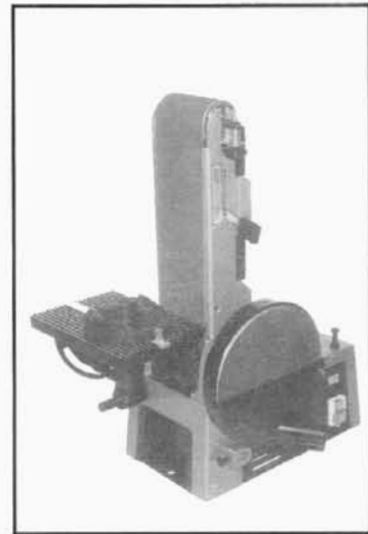

Fig. 10
1. Die Mutter (Pos. 63) lösen, den Schleifarm in die vertikale Stellung wie in Fig. 10 gezeigt stellen. Den Schleiftisch anbauen wie in Fig. 10 gezeigt. Den 90° Winkel zwischen dem Schleiftisch und Schleifarm einstellen. Den Arm durch das Festziehen der Mutter (Pos. 63) wieder feststellen.
Desserrez l'écrou (pos. 63), positionner le bras dans la position verticale selon fig. 10. Montez la table (fig. 10). Réglez un angle de 90° entre la table et le bras. Resserrez l'écrou (pos. 63) pour fixer le bras.